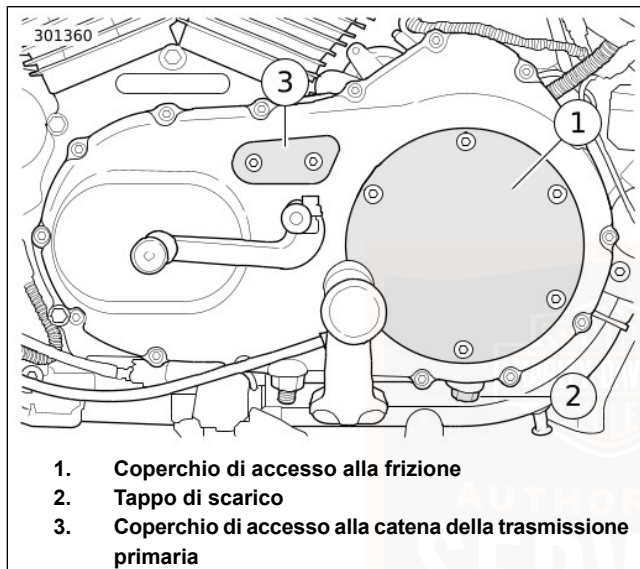

Figura 45. Coperchio della trasmissione primaria
5. Vedere Figura 45 Rimuovere le viti e le rondelle dal coperchio di accesso alla frizione. Staccare il coperchio di accesso alla frizione da quello della trasmissione primaria.
- Vedere Figura 45 Collocare un apposito recipiente sotto il tappo di scarico dell'olio del cambio (2).
- Vedere Figura 45 Rimuovere le viti e le rondelle dal coperchio di accesso alla frizione (1). Staccare il coperchio di accesso alla frizione da quello della trasmissione primaria.